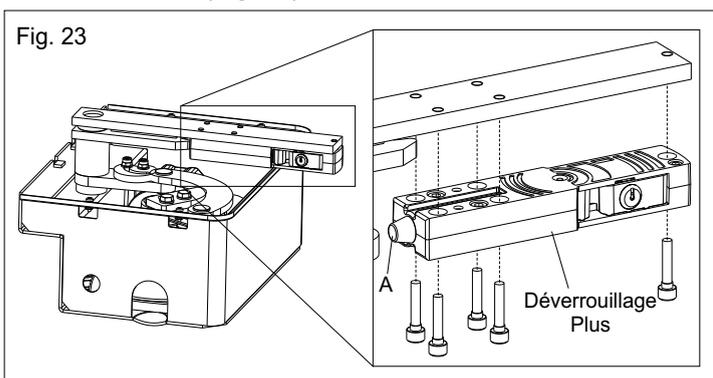

Fig. 23
5.2. Graisser le pivot d'accrochement (A) et monter le système de déverrouillage sous l'ensemble vantail, utilisant les 5 vis fournies (Fig. 23)